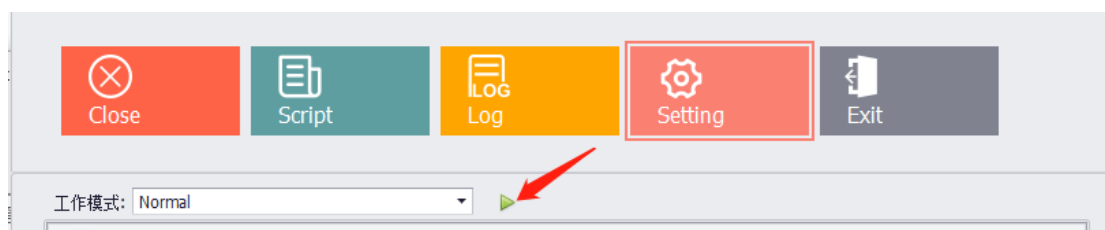

图 2-4
- a) 工作模式：Normal VCI 模式 点击如图 2-4 按钮保存
- b) 工作模式：Process 离线刷新模式 点击如图 2-4 按钮保存